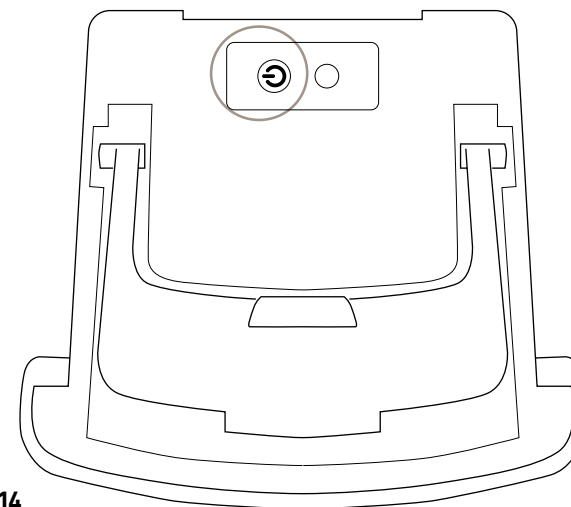

FIG. 14
- B. Tenere premuto il pulsante  posto sulla batteria per 10 secondi (Fig. 14).